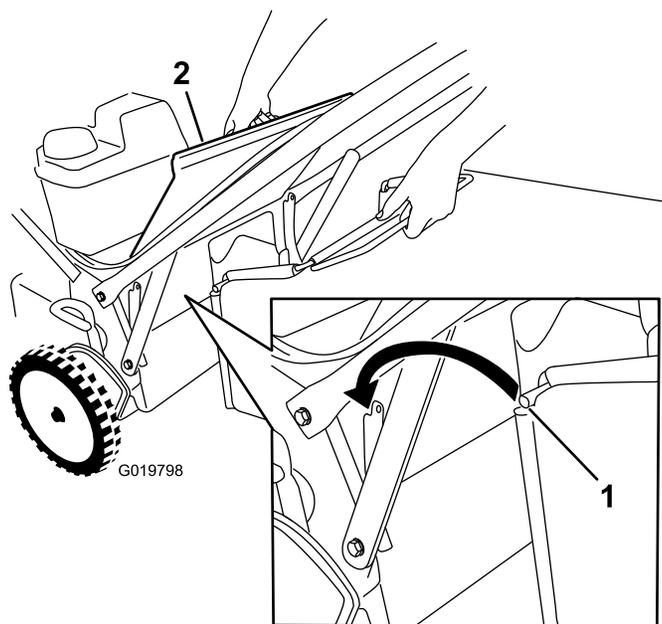

Figura 24
1. Alzate lo sportello posteriore e tenetelo alzato (Figura 24).
3. Installate l'asta del cesto nelle tacche alla base della maniglia e spostate il cesto avanti e indietro per accertare che l'asta sia posizionata in fondo a entrambe le tacche; vedere Figura 24.